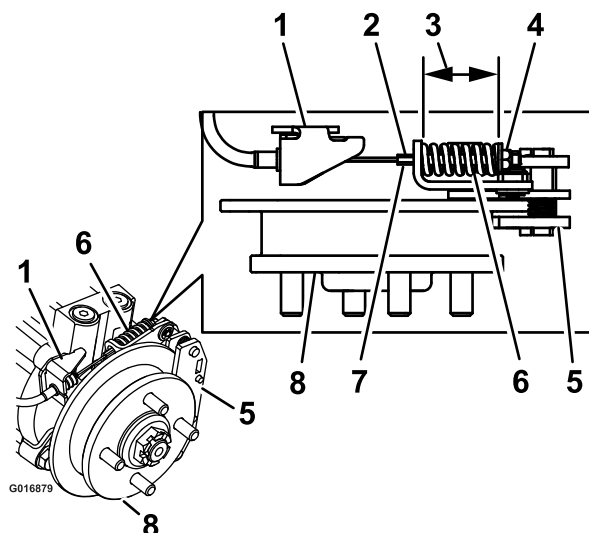

Figure 80
9. Maintenez l'extrémité de la tige filetée avec un outil et ajustez le contre-écrou jusqu'à ce que la longueur du ressort de situe entre 3.8 et 4.0 cm (9- 1/2 et 1-1/16") (Figure 80). Le câble ne doit pas tourner quand les écrous sont desserrés.